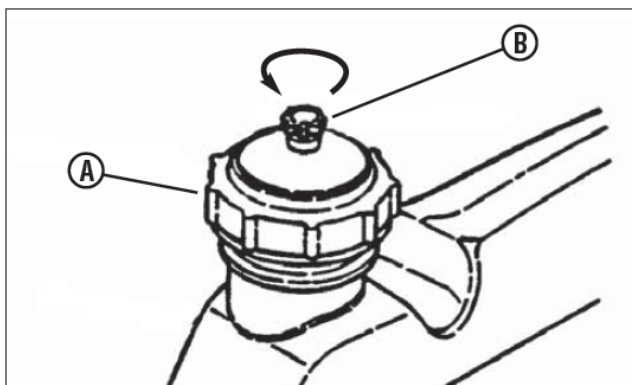

Рис. 2. Крышка топливного бака
- 8) Залейте бензин в бак, предварительно выкатив райдер на открытый воздух, чтобы обеспечить рассеивание паров бензина. Убедитесь, что крышка бензобака (А, рис. 2) плотно затянута, а воздушный клапан (В) открыт после заливки топлива в бак. См. руководство по эксплуатации двигателя для получения информации об использовании топлива.
1. Откройте воздушный клапан (В, рис. 2) на крышке топливного бака, повернув его против часовой стрелки.
1. Откройте воздушный клапан (В, рис. 2) на крышке топливного бака (А), повернув его против часовой стрелки.